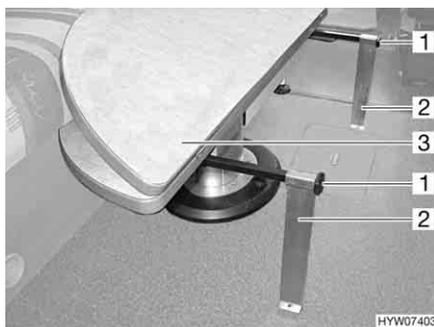

Fig. 78 Trasformazione in struttura di supporto letto
- Estrarre le guide di appoggio (Fig. 78,1) fino all'arresto.
- Rimuovere i puntelli di metallo (Fig. 78,2) dai supporti dei sedili facendoli scivolare sulle guide di appoggio (Fig. 78).
- Estendere la metà superiore del piano del tavolo (Fig. 78,3) e collocarla sulle guide di appoggio.
- Sfilare i puntelli di metallo (Fig. 78,2) e stivarli nei supporti dei sedili.
- Inserire completamente le guide di appoggio (Fig. 78,1).